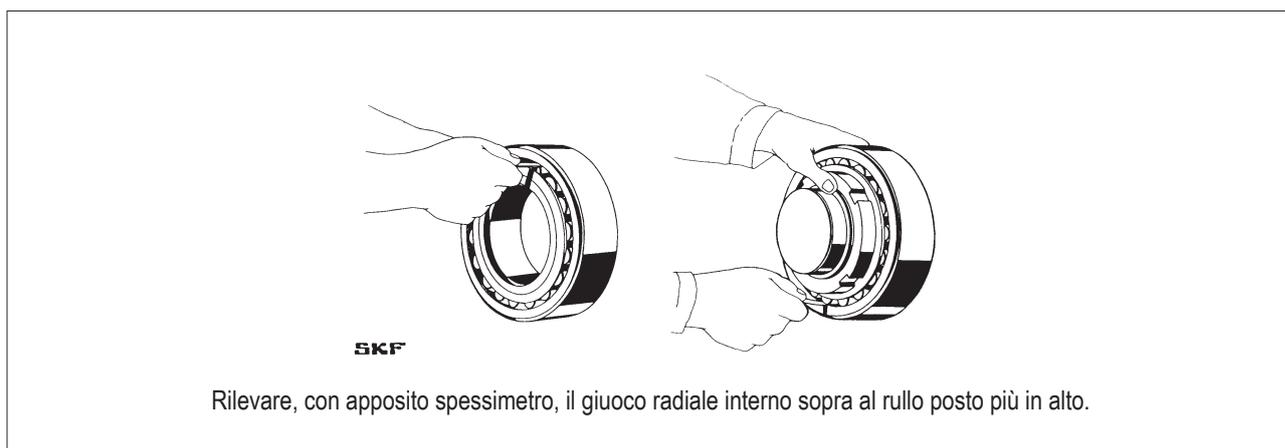

FIG. 23 (Verifica corretto montaggio)
5.6.2- Montaggio del ventilatore con trasmissione indiretta con supporti staccati (SNL 515 - 516 ...) (FIG. 23/TAB. 12 e FIG. 24/TAB. 13)
- 8) Togliere i due gusci superiori dei supporti e fissare i cuscinetti all'albero motore elettrico tirando la ghiera. Per verificare il corretto montaggio controllare, con appositi spessimetri (es. SKF) (FIG. 23), che il giuoco residuo sia in tolleranza come da TAB. 12;